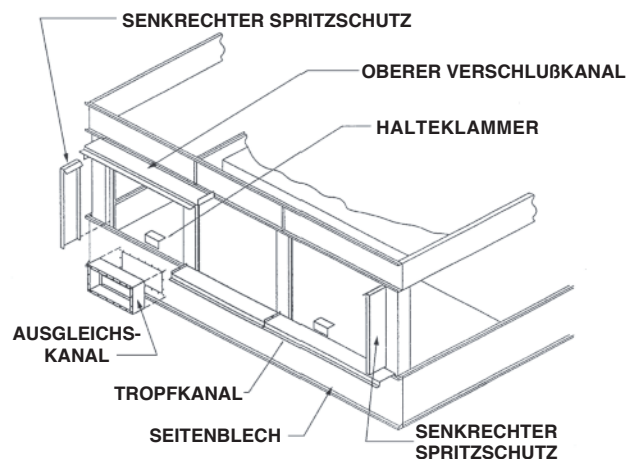

Abb. 10 – Tropfkanal und Spritzschutz bei 17' & 24' (4.9 - 5.2 & 7.3m) breiten Modellen
11. Setzen Sie das senkrechte Spritzschutzblech in den Winkel zwischen den senkrechten Halterungen und befestigen Sie den Spritzschutz mithilfe von 5/16" (8 mm) Blechschauben. Bei Edelstahlaggregaten werden hierzu 5/16" (8 mm) Edelstahlschrauben- und Muttern verwendet (siehe Abb. 10).